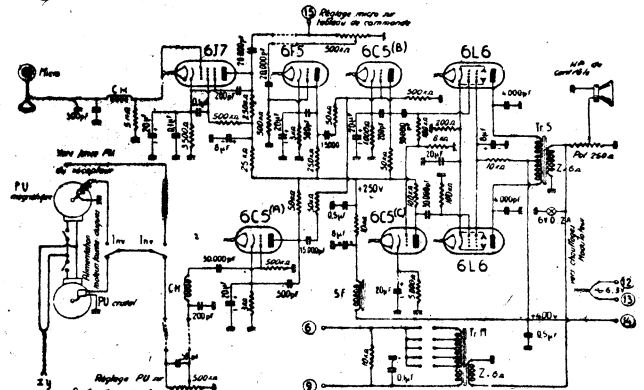

Fig. 14. — Modulateur
Modulateur (figure 14).
Enfin, un petit bout de câble blindé, partant du potentiomètre de réglage micro, ligne (15) (voir figure 14) aboutit à la section I. Et en voici le motif : le modulateur est branché sur la ligne xy, puisqu'au cours d'un QSO, il faut que notre émetteur démarre sans avoir à subir l'attente que nécessite le chauffage des lampes. De ce fait, dans la position « Réception », le modulateur continue à fonctionner à vide, puisque le micro « écoute »